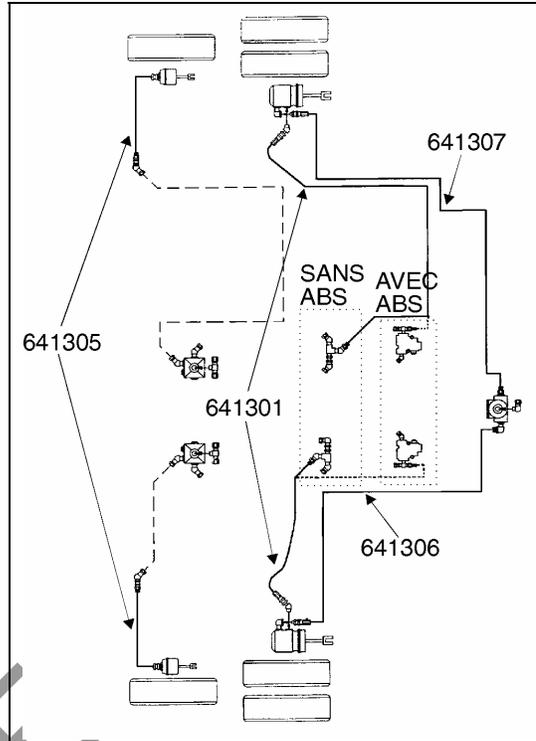

FIGURE 4
- B.** La figure 4 représente les boyaux de freins qui doivent être remplacés (les numéros de pièce des boyaux qui doivent être utilisés sont identifiés sur la figure). Chacun de ceux-ci doit être remplacé selon la démarche décrite à l'étape **A**.